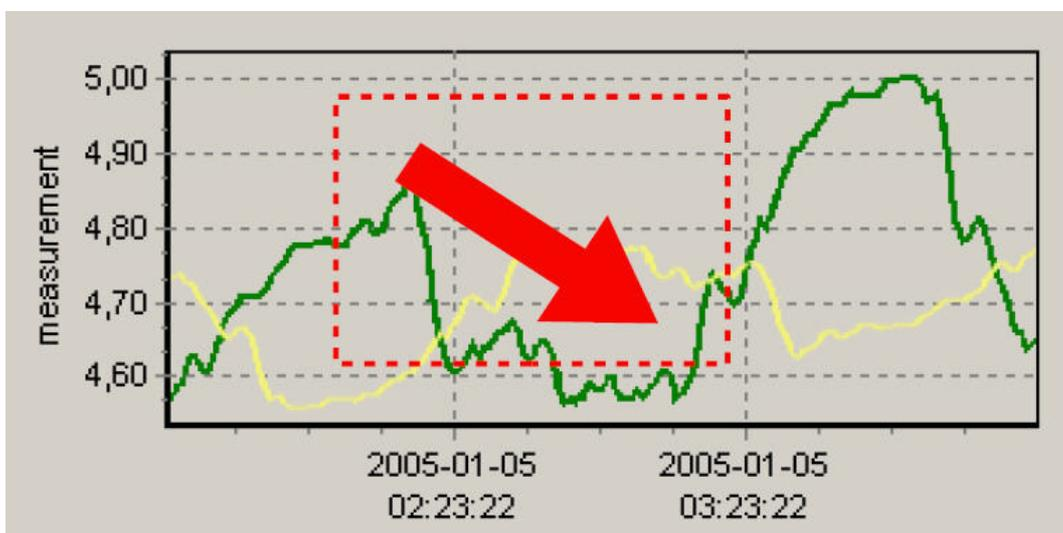

Abb. 3.7 Vergrößern des Diagramms
- **Ausschnitt vergrößern:** Markieren Sie die Region im Diagramm, die vergrößert werden soll, indem Sie mit gedrückter linker Maustaste ein Fenster von links oben nach rechts unten aufziehen. Der Inhalt dieses Fensters wird vergrößert dargestellt (Abb. 3.7). Die Taste **[Aktualisieren]** stellt das Diagramm wieder im Maßstab 1:1 dar.